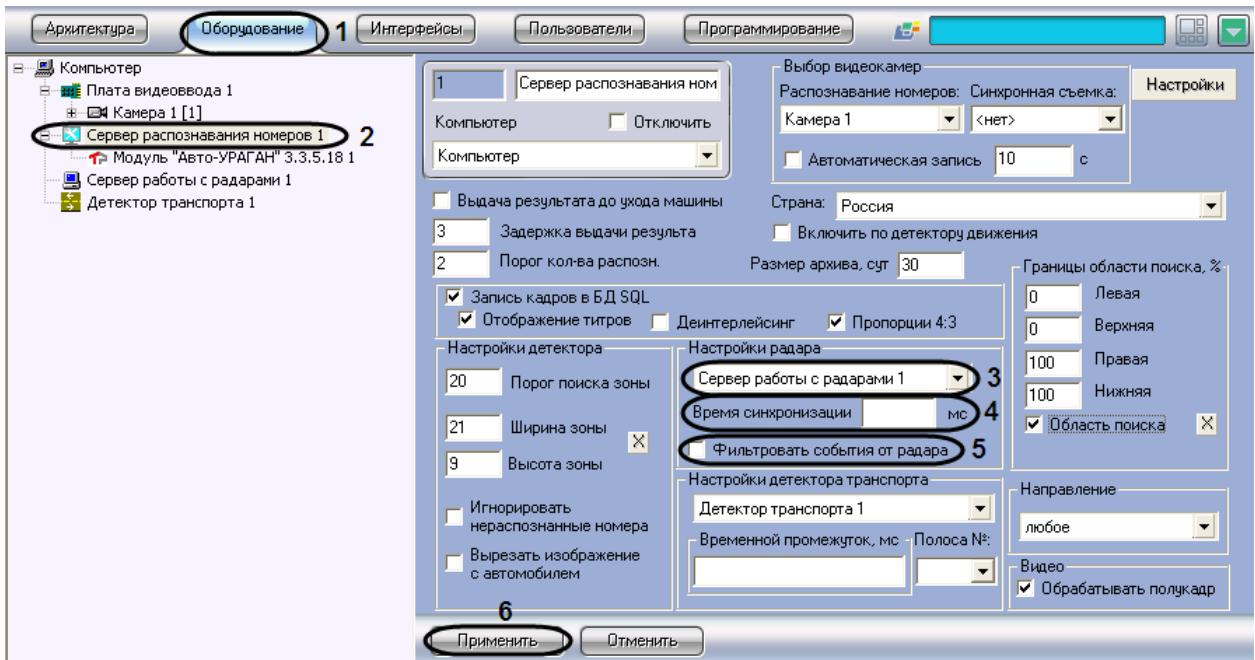

Рис. 7.2—20. Настройка совместной работы Сервера распознавания номеров и программного модуля «Радар»
2. В дереве объектов на вкладке «Оборудование» выбрать объект «Сервер распознавания номеров», соответствующий активированному программному модулю «Авто-УРАГАН 3.5.0.29», «CARMEN-паркинг», «CARMEN-Авто» или «VIT» (см. раздел «Активация программного модуля, используемого для распознавания номеров», Рис. 7.2—20, 2). В правой части вкладки «Оборудование» отобразится панель настройки выбранного объекта
3. Выбрать объект «Сервер работы с радарами» из списка доступных объектов в системе (см. Рис. 7.2—20, 3). В данном списке требуется выбрать объект «Радар», который соответствует устройству «Радар», направленному на ту же полосу дорожного движения, что и видеокамера, работающая совместно с Сервером распознавания номеров
4. Указать время в поле «Время синхронизации», в течение которого автомобиль должен проехать расстояние от места фиксации скорости движения транспортного средства устройством «Радар», до участка дороги, куда направлена видеокамера, работающая совместно с Сервером распознавания номеров (см. Рис. 7.2—20, 4). Параметр «Время синхронизации» выражается в миллисекундах.
5. Установить флажок «Фильтровать события от радара» для фиксации только первой скорости от радара, остальные скорости игнорируются до истечения времени задержки или распознавания номера (см. Рис. 7.2—20, 5).